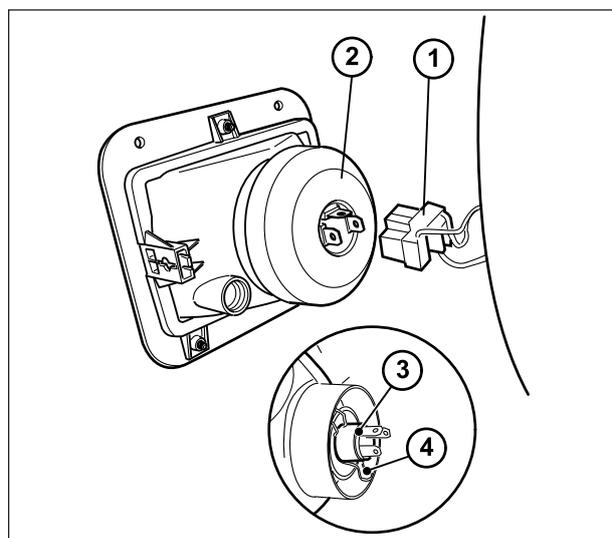

Fig. 129b
- 2 - Quitar el conector (1 Fig. 129b).
- 3 - Quitar la protección de goma (2 Fig. 129b).
- 4 - Aflojar el resorte de retención (4 Fig. 129b).
- 5 - Quitar la bombilla averiada (3 Fig. 129b).